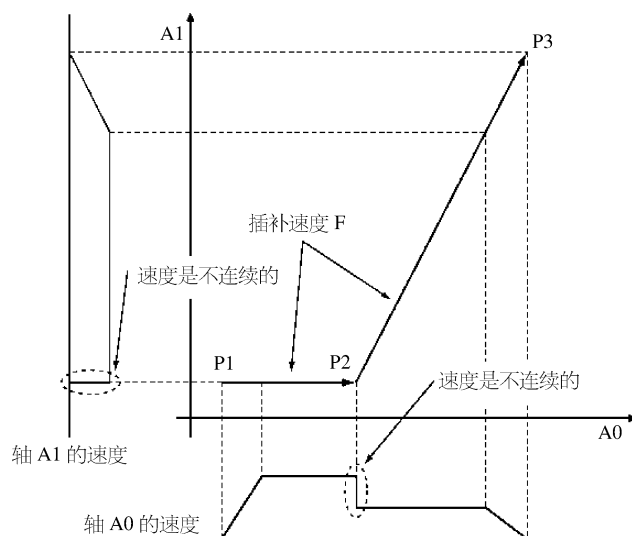

图 7-108 TransitionMode 为 Transition Disabled
如图 7-108 所示, 从 P1 过渡到 P2、P2 过渡到 P3 时, Velocity、BufferMode 和 TransitionMode 如下所示。
①从 P1 到 P2 的运动: Velocity = F, BufferMode = Aborting, TransitionMode = _mcTMNone。
②从 P2 到 P3 的运动: Velocity = F, BufferMode = Blend with next, TransitionMode = _mcTMNone。
③从位置 P1 开始运动, 经过位置 P2, 直线插补执行到位置 P3。
④在经过位置 P2 时, 直线插补速度 F 是保持的。正因为如此, 图 7-108 中显示的在位置 P2 的速度是不连续的。